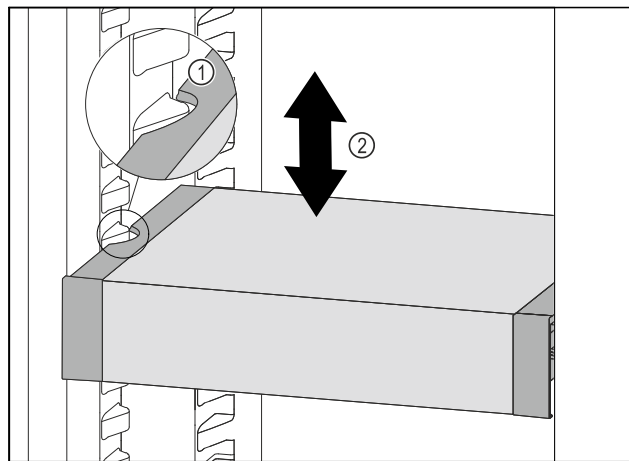

Fig. 58
- Тяните VarioSafe вперед, пока боковые выемки VarioSafe не окажутся на высоте выступа резервуара в холодильном отделении. Fig. 58 (1)
- Двигайте VarioSafe в холодильном отделении вверх или вниз, пока не будет достигнута требуемая высота. Fig. 58 (2)